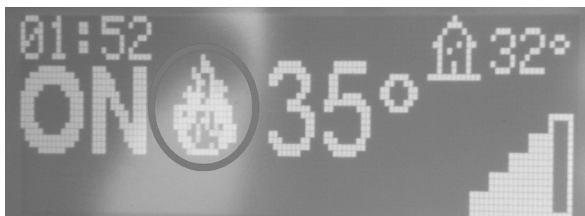

Fig. 8 - Große Flamme
- Nach Beendigung der Einschaltphase geht der Ofen auf die Betriebsart. Angezeigt werden: die gewählte Wärmeleistung, die Umgebungstemperatur und die **große Flamme** (siehe **Fig. 8**).